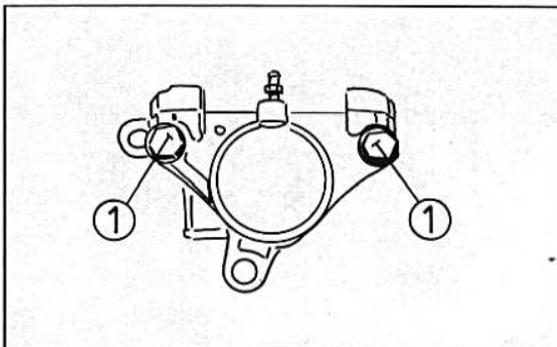

Bild 298
- Die Bremszange abschrauben (Bild 298).